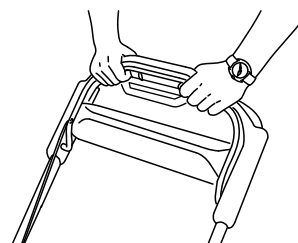

Figura 23
3. Mantenha a barra de controle da lâmina encostada à pega (Figura 23).